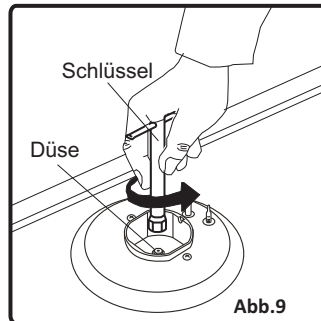

Abb.9
- Schrauben Sie die Düsen ab. Verwenden Sie dazu einen 7 mm-Schlüssel (Abb. 9).